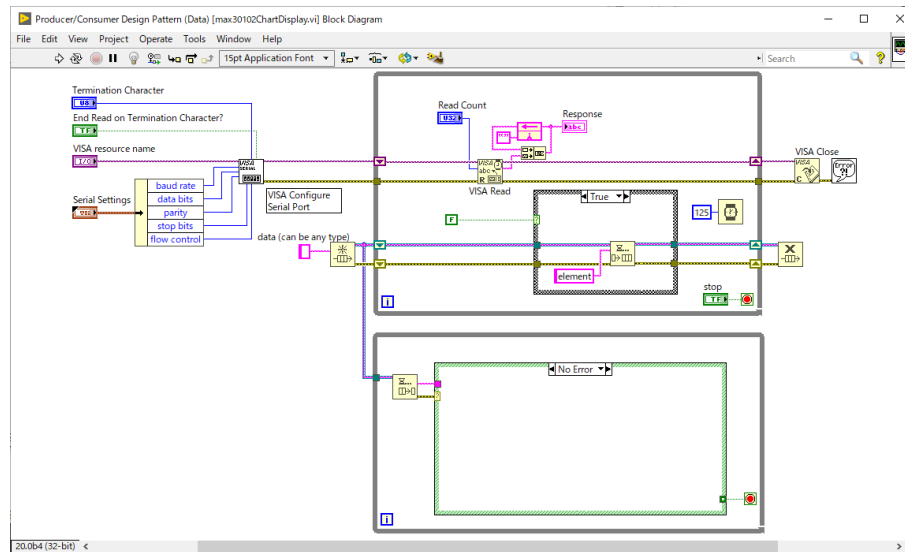

図 7-11 Continuous Serial Read.viからVISA関数をコピー
**max30102ChartDisplay.vi**という名前で作成フォルダに保存します。**Continuous Serial Read.vi**から**VISA Configure Serial Port**、**VISA Read**、**VISA Close**を接続されている制御器、表示器ごと上のループにコピー＆ペーストしてください。図7-11のようになります。このままでもVIは動作しますが、下のループとは無関係に動作するだけです。3か所変更します。